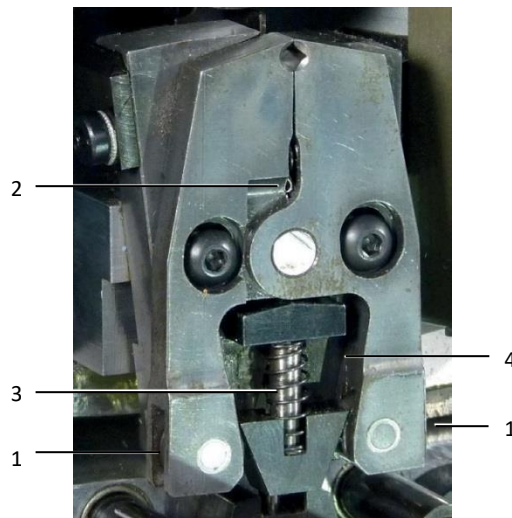

Fig. 14 : outil de sertissage
- Vérifier la mobilité des roulettes (fig. 14, pos. 1) de l'outil de sertissage.
- Vérifier la mobilité des roulettes (fig. 14, pos. 2) de la pince de maintien de l'embout.
- Huiler la broche de guidage (fig. 14, pos. 3) de l'unité de maintien de l'embout.
- Huiler les surfaces d'appui latérales (fig. 14, pos. 4) de l'unité de maintien de l'embout.